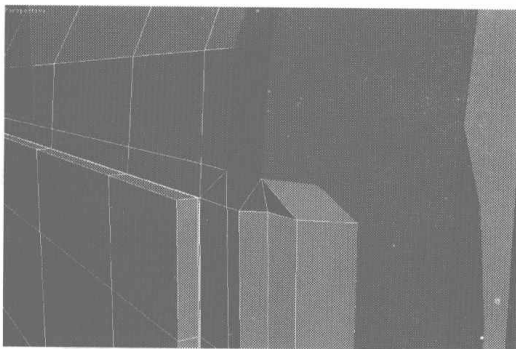
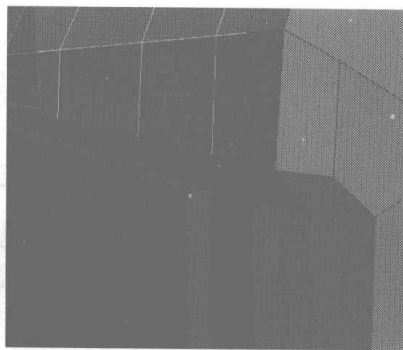

图 4.206
图 4.207
- 31** 选择正面的显示屏，如图 4.206 所示，在 Edit Geometry 卷展栏中单击 **Detach** 按钮，在弹出的对话框中依照默认值进行设置并单击 OK 按钮，将该面单独分离出来。同样再选择内显示屏的面将其分离出来，如图 4.207 所示。